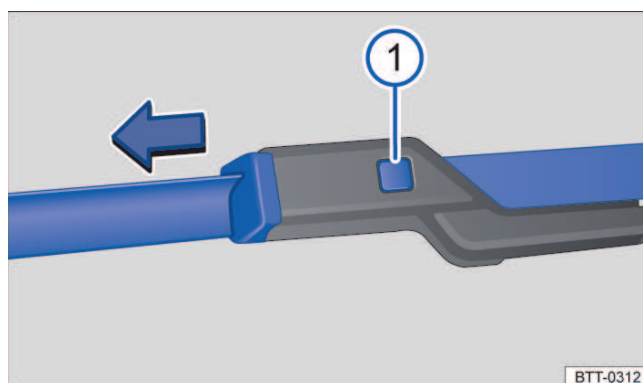

Fig. 128 Substituir as palhetas dos limpadores do para-brisa.
- Manter o botão de destravamento → Fig. 128 ❶ pressionado e, ao mesmo tempo, retirar a palheta do limpador do para-brisa no sentido da seta.